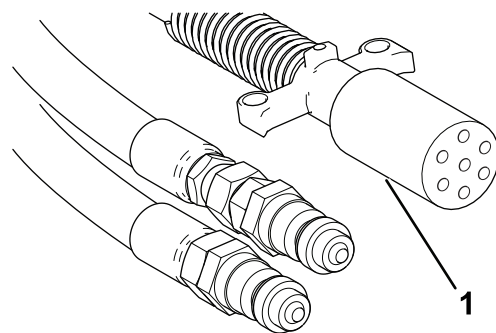

Figura 21
8. Ligue o cabo de potência espiral de 7 pinos à tomada na máquina e veículo de reboque (Figura 21).